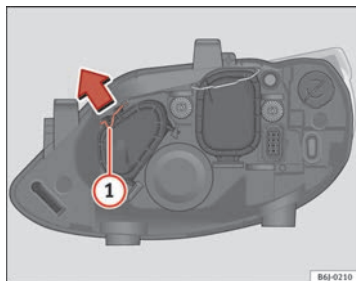

Fig. 151 Máximos
- Desloque o tirante ① no sentido da seta e puxe a tampa ⇒ Fig. 151.